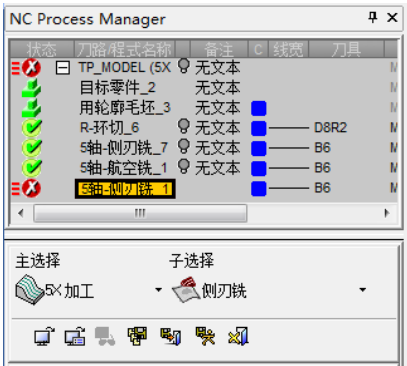

图 5-168 “NC Process Manager” 对话框 (4)
1) 创建程序。单击“加工向导”工具栏上的“加工程序”按钮，弹出“NC Process Manager”对话框 (4)，“主选择”为“5X 加工”，“子选择”为“侧刃铣”，如图 5-168 所示。